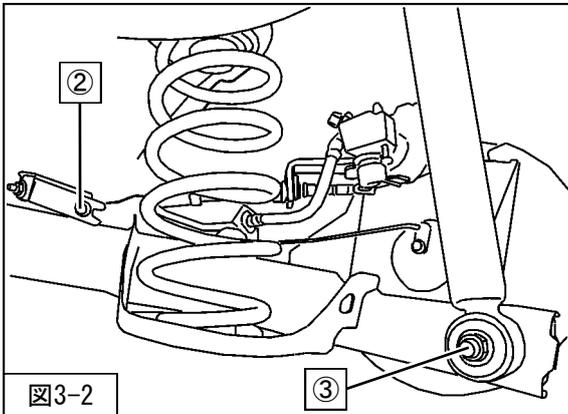

図3-2
3. ②リア車高センサ取付ボルトを取外してください。(図3-2)
4. ③リアショックアブソーバASSYロア取付ナット・プレートを取外してください。(図3-2)